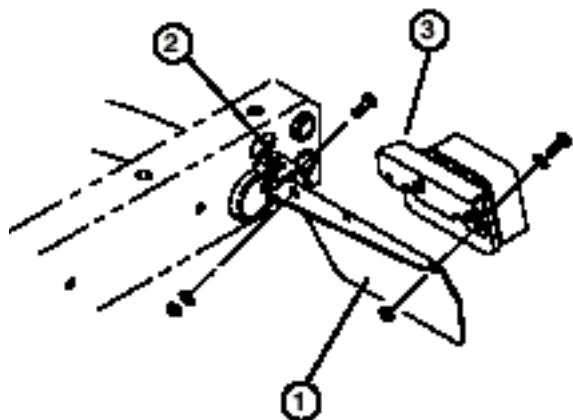

Bild 1
3. Befestigen Sie die Rückseite jeder Rücklichtplatte mit einer  $\frac{5}{16}$ -18 x 1 Zoll langen Schraube, 0,344 Zoll I. D. flachen Scheibe und Mutter hinten an den Rahmenhalterungen, siehe Bild 1.